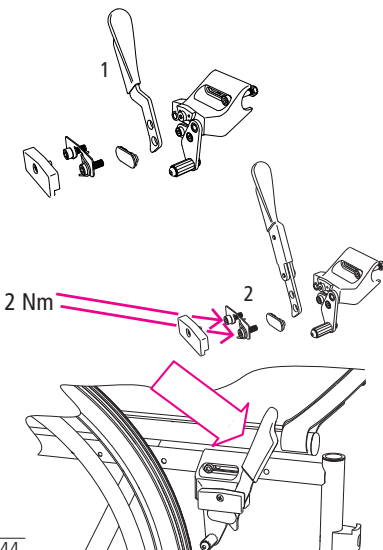

Abb.44
1. Demontieren Sie den Standard Bremshebel komplett, wie in der Abbildung dargestellt (1, Abb. 44).
2. Montieren Sie nun die Bremshebelverlängerung (2, Abb. 44) in umgekehrter Reihenfolge am Stuhl.